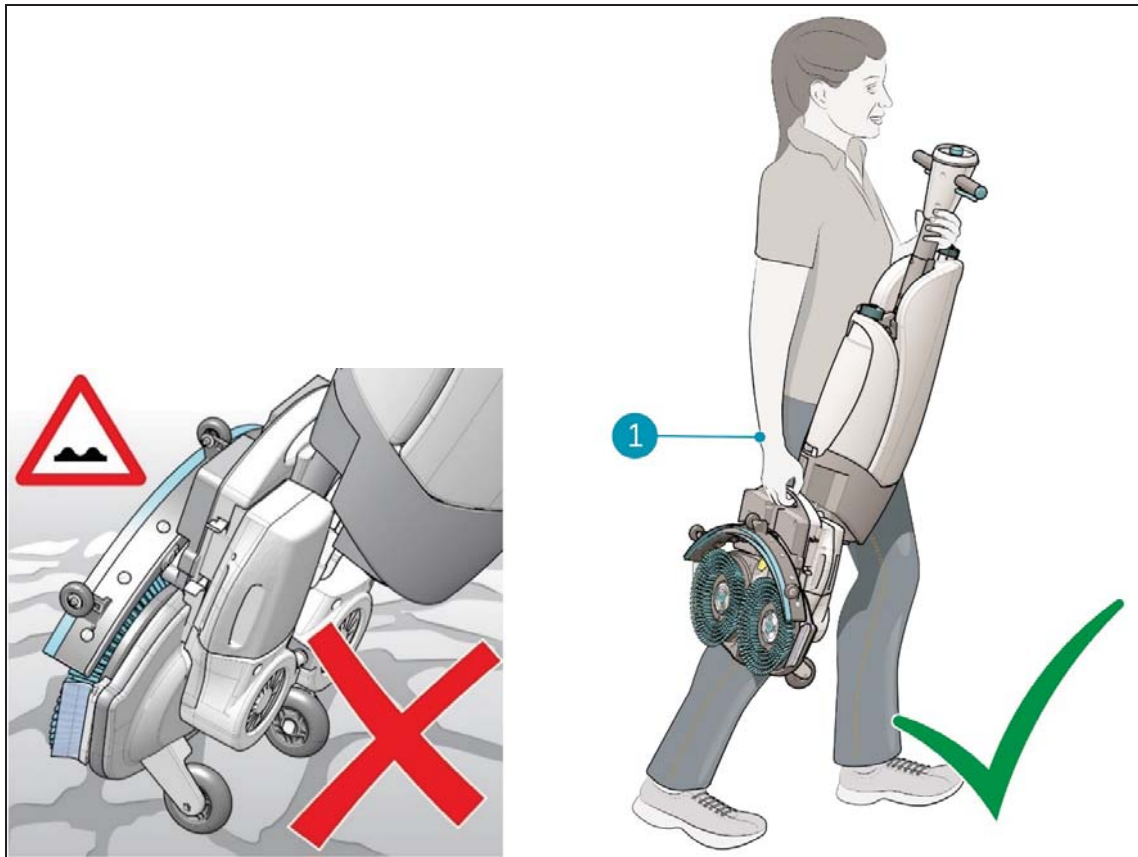

Figure 6
2. Portez l'i-mop XXL Plus d'une main tout en tenant la poignée (Figure 6, pos 1) avec votre autre main.